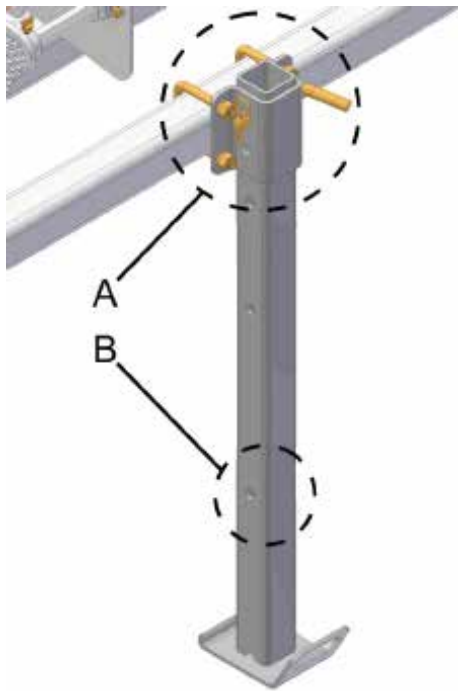

fig. 02
Pé de apoio na posição de sustentação (A) (fig. 02). Deverá ser utilizado para apoiar a plantadora em local plano e firme.